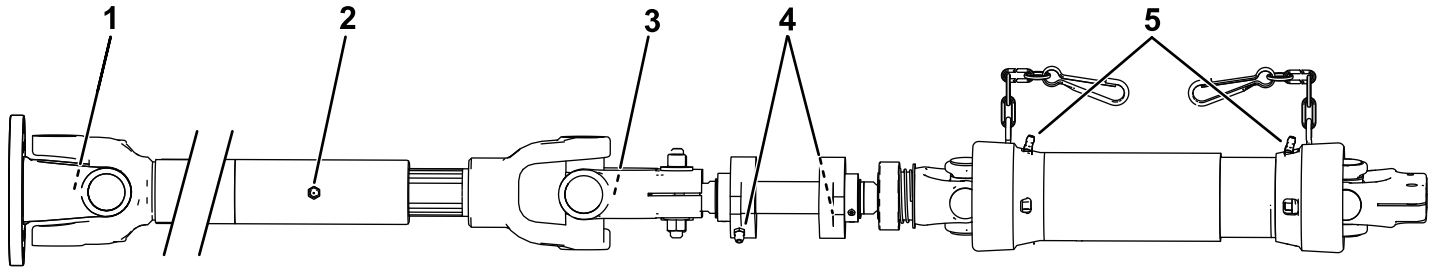

Figura 23
2. Hay 7 puntos de engrase; consulte la pegatina de mantenimiento del kit de montaje o la Figura 23.